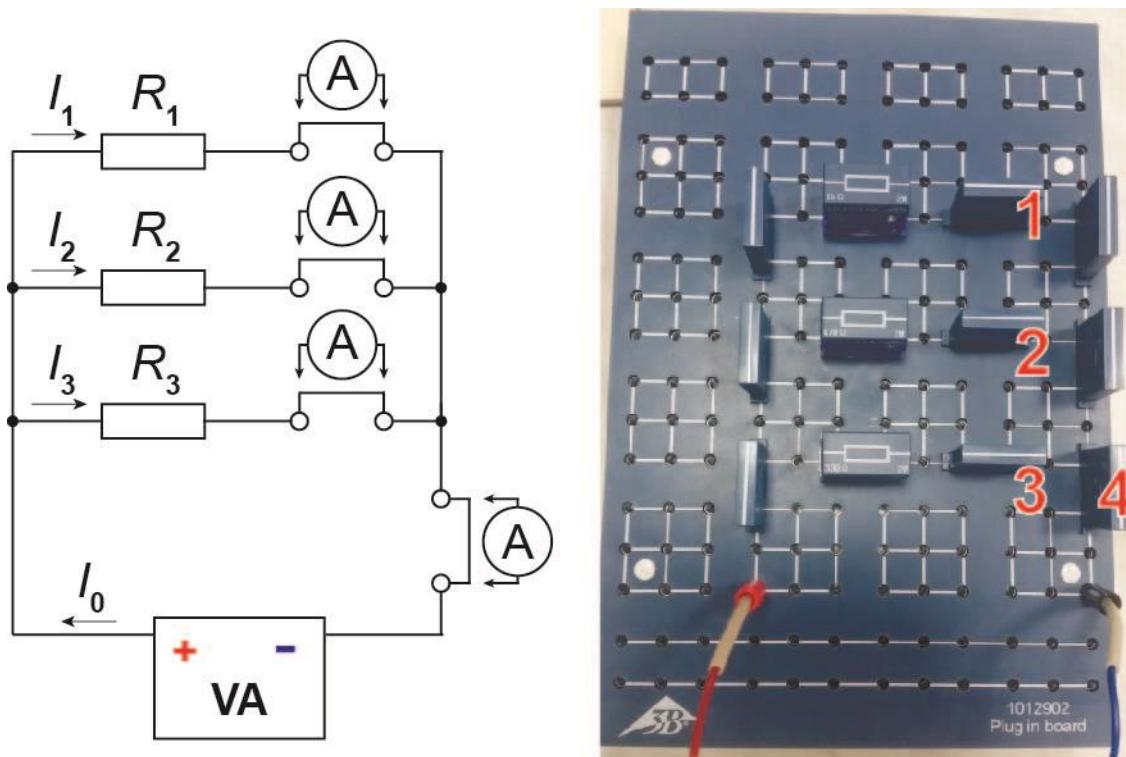

Рис.3.10. Принципиальная электрическая схема цепи для проверки первого правила Кирхгофа и фотография собранной схемы.
- Соберите электрическую схему, как показано на рис. 3.10 (номиналы сопротивлений выбираются самостоятельно из набора элементов). Для соединения отдельных участков платы используйте перемычки (на рис. показаны 9 таких перемычек), амперметры не подключайте.